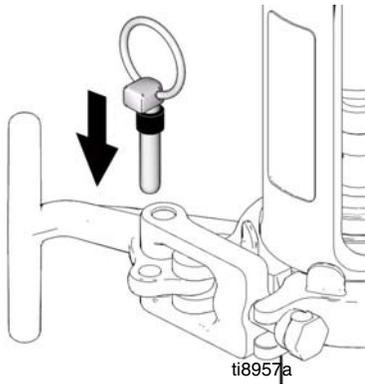

FIG. 23
4. (Fig. 23) Instale el pasador.